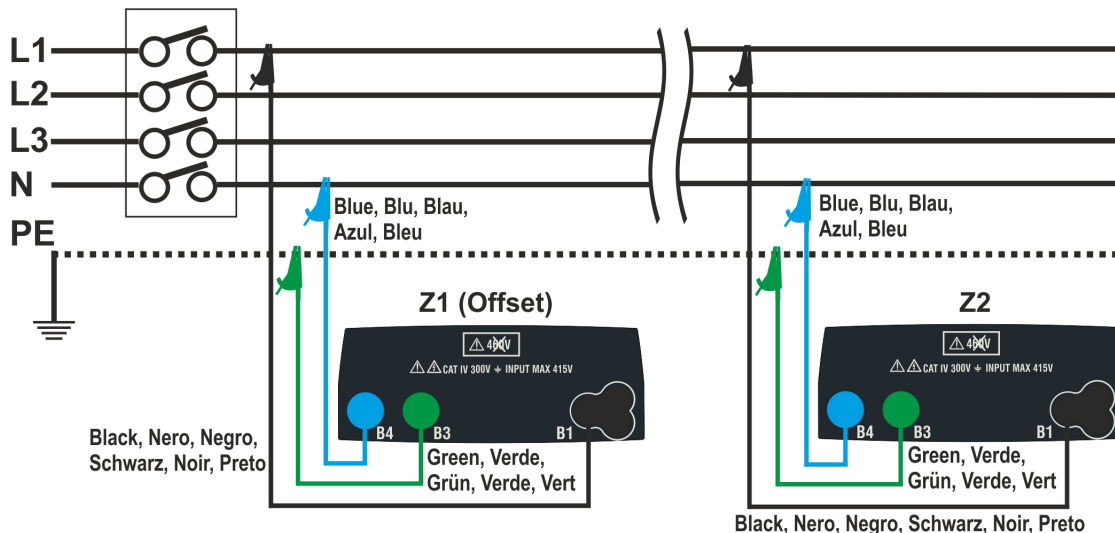
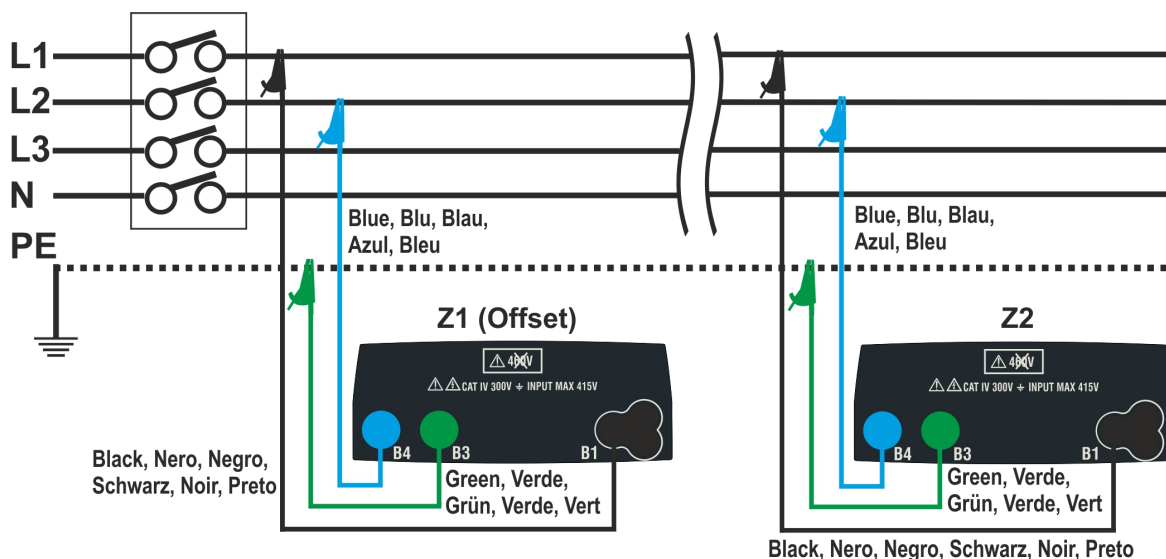

Abb. 33: Verbindung des Gerätes für die Messung des Spannungsfalls im L-N Modus
Abb. 34: Verbindung des Gerätes für die Messung des Spannungsfalls in L-L Modus
4. Verbinden Sie das Gerät mit dem Anfangspunkt der zu testenden Hauptleitung (typisch nach einer Schutzvorrichtung) entsprechend den Abb. 33 oder Abb. 34, um die erste Impedanzmessung **Z1 (Offset)** durchzuführen. In diesem Fall misst das Gerät die Impedanz vor dem Anfangspunkt der zu testenden Hauptleitung, und nimmt sie als Anfangsbezugswert. Die folgende Bildschirmseite (der L-L Messung) erscheint im Display.
7. Verbinden Sie das Gerät mit dem Endpunkt der zu testenden Hauptleitung entsprechend den Abb. 33 oder Abb. 34, um die Impedanz **Z2** am Ende der Leitung zu messen. Der vorher gemessenen Wert Z1 (Offset) wird im Display angezeigt